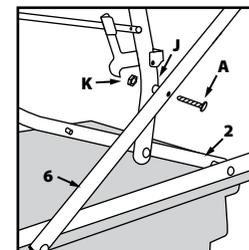

Fig. 10
- Centrez les éléments **3** et **6** pour faciliter l'alignement des trous de boulon (**Fig. 10**).